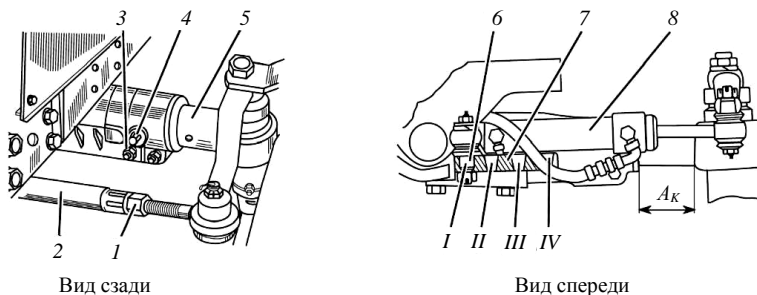

Рис. 6.12. Формирование колеи передних колес на тракторах с передней осью и ГОРУ:
- ослабить гайки стяжных болтов 3 (рис. 6.12), извлечь палец 4 фиксации выдвигного кулака 5, ослабить затяжку двух контровочных гаек 1 на концах трубы рулевой тяги 2;